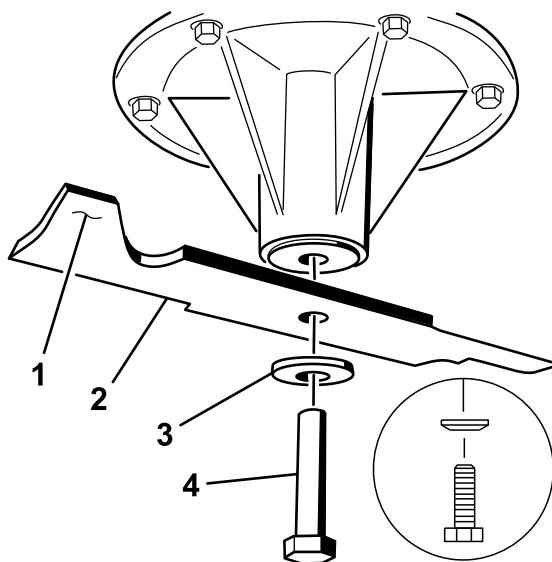

Figure 103
1. Placez la lame sur l'axe (Figure 103).
2. Mettez en place la rondelle élastique et le boulon de la lame (Figure 103).
Remarque: Orientez le cône de la rondelle élastique vers la tête du boulon (Figure 103).